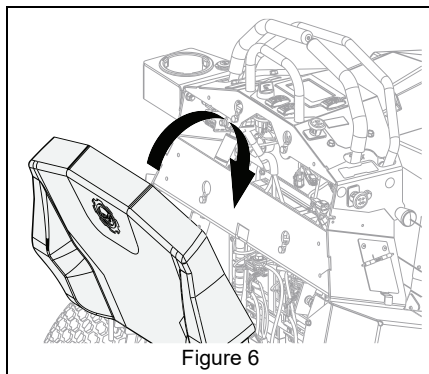

Figure 6
4. Aligner le dossier de l'opérateur et appuyer vers le bas pour le réinstaller. Voir Figure 6.